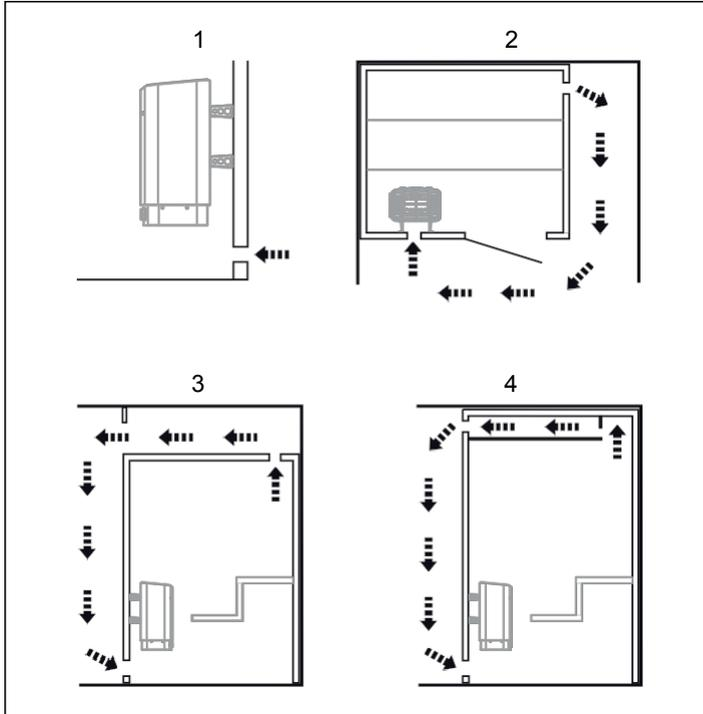

Figura 4: Posizionamento delle bocchette di aspirazione e di scarico
- alla massima distanza possibile dallo sfiato di ingresso, ad esempio in diagonale (vedi Figura 4)
- in alto sulla parete o nel soffitto (vedere Figura 4).